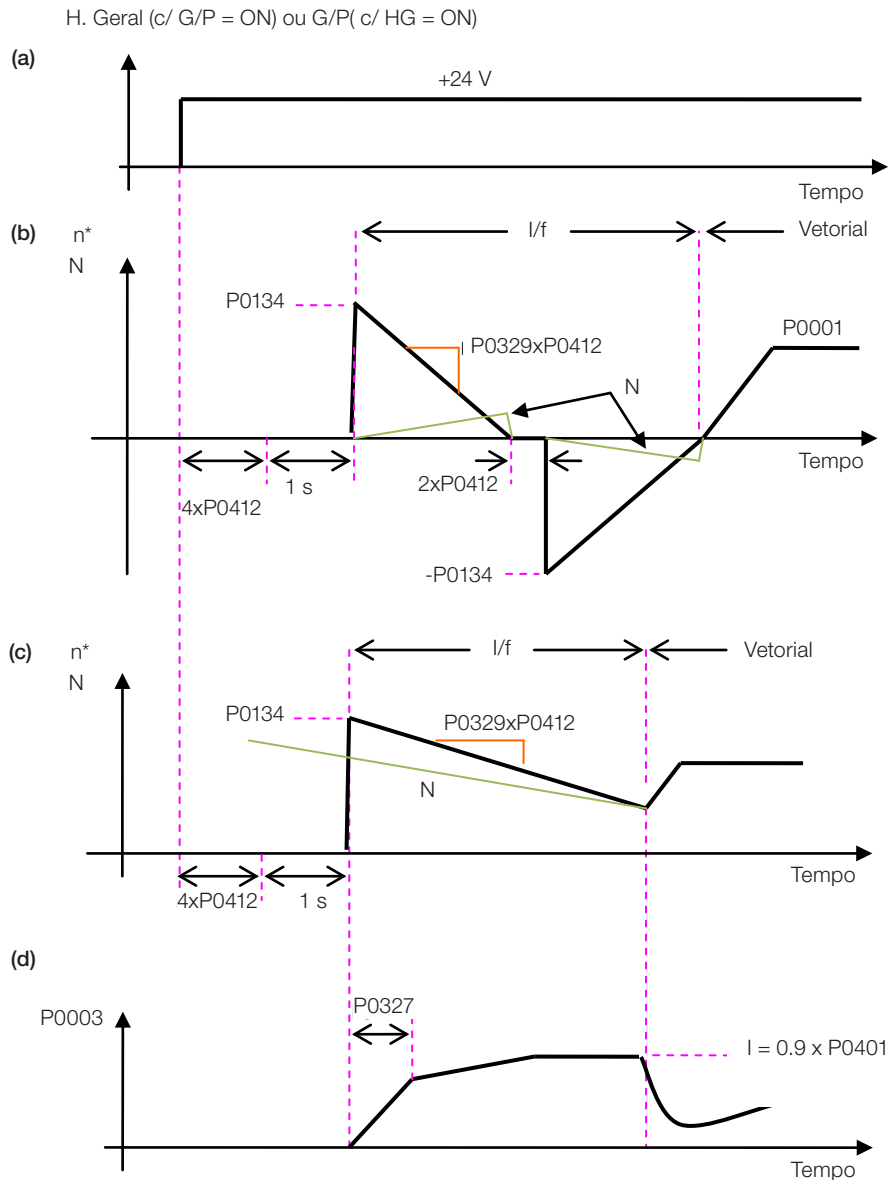

Figura 12.4 (a) a (d): Influência de P0327 e P0329 durante o Flying Start (P0202 = 4)
O comportamento da Função Flying Start (FS) no modo sensorless durante a aceleração e a re-aceleração pode ser compreendido a partir da figura 12.4.
Na figura 12.4 \(b\) é apresentado o comportamento da referência de velocidade quando a função FS é iniciada com eixo do motor parado e P0329 pequeno (não otimizado).
A figura 12.4 \(c\) apresenta a referência de velocidade quando a Função FS é iniciada com o eixo do motor girando no sentido desejado ou com o eixo parado e P0329 já otimizado.